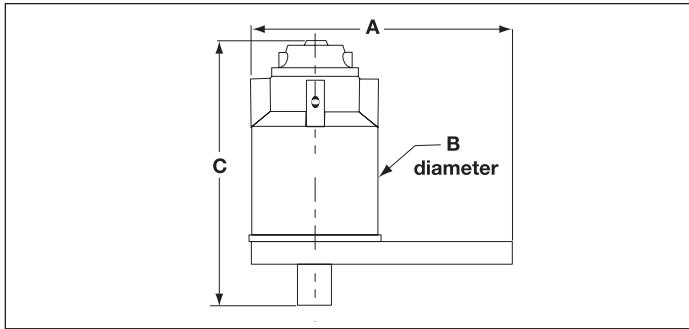

**Fig. 1 – De afsteunplaat vervangen**
Een vierkantaandrijving met breekpen (fig. 1, item 4) beschermt de inwendige onderdelen, voor het geval het maximale uitgaande moment wordt overschreden. Deze overbelastingbeschermingsfunctie veroorzaakt een breuk in de breekpen wanneer het uitgaande moment met 103 tot 110% wordt overschreden. Bij de krachtvermeerderaars (E391, E392, E393, E492, E493, E494, E495) wordt één vervangingsaandrijving bijgeleverd. (Extra vervangingsonderdelen moeten bij uw Enerpac-distributeur worden besteld.)
- Gebruik de juiste maat (zeskant)dop met binnenvierkant op de uitwendige vierkantaandrijving van de krachtvermeerderaar. (fig. 1, item 4). Plaats de dop met krachtvermeerderaar op de bout of moer die moet worden vast-, of losgedraaid.